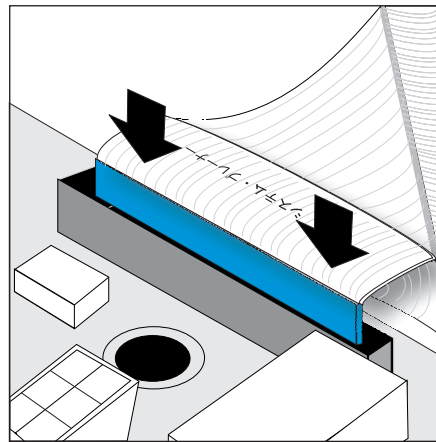

図 109. システム・ボードへのサービス・コントローラー・カード・ケーブルの取り付け
11. ケーブルを再び取り付けるには、ケーブルがまっすぐに装着されるように注意して、システム・ボードにリボン・ケーブルの一端（「システム・プレーナー」のマークが付いている）を慎重に取り付けます。図 109 を参照してください。